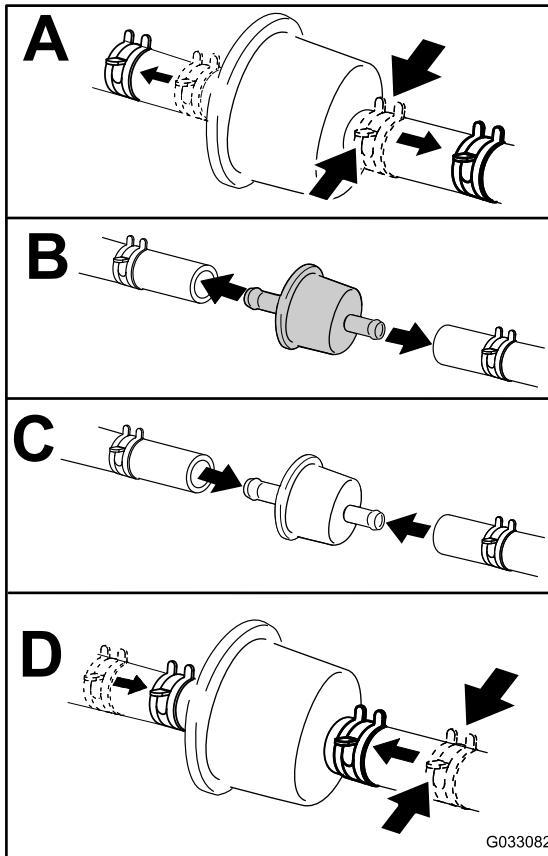

Figura 47
4. Cambie el filtro de combustible según se muestra en Figura 47.